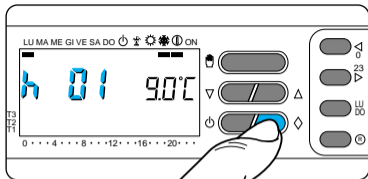

Fig. 56
10.3 - Pulse una sola vez el botón ◇ (fig. 56).